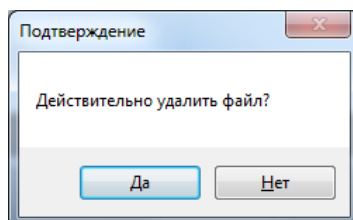

Рисунок 97
- В открывшемся окне (Рис.97) подтвердите удаление документа.